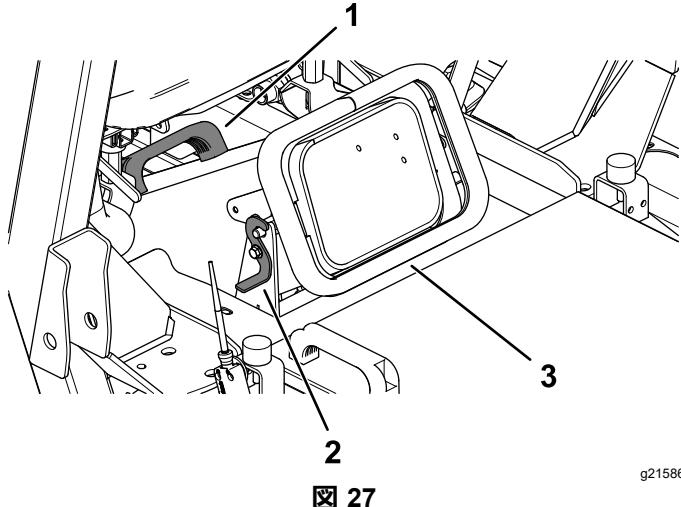

図 27
6. シュートのラッチを外す図 27。
7. シートについているハンドルで、シートを外し、シートとデッキの開口部を洗浄する図 27。
8. シートを元通りに取り付けて、ラッチを掛ける図 27。